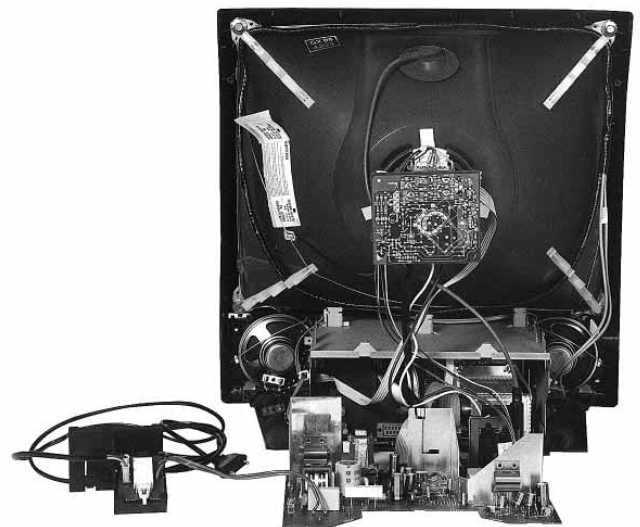

Fig. 5
- Leistungs-Chassis hinter das Gerät wie in Fig. 5 gezeigt legen.
- Place the Power Chassis behind the set as shown in Fig. 5.